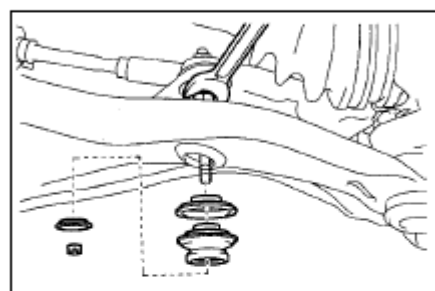

Рис. 184
- (1) Открутите гайки, снимите три стопора и две прокладки, удерживая болт стабилизатора от проворачивания.
- (2) Проведите аналогичные действия для другой стороны.(рис. 184)